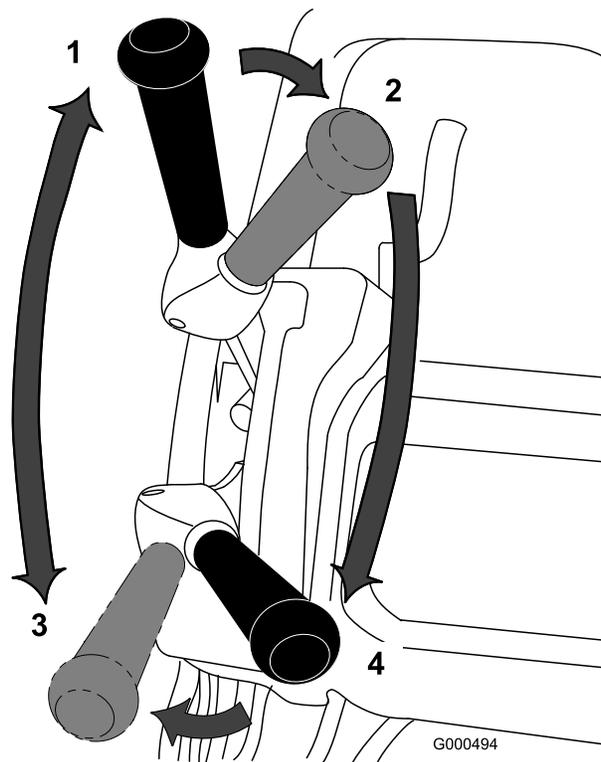

図 23
1. エンジンを始動、スロットルを下げ、ハンドルを押し下げてカッティングユニットを上げ、オペレータコントロールを握り、走行レバーとリール駆動レバーを前進走行にセットして、グリーンのカラー縁に入る 図 23。
2. レバーをニュートラル位置にする 図 23。
3. 走行レバーをニュートラルにし、リールレバーを切位置にする 図 23。
4. 走行レバーを — 前進、リール駆動 — 入 位置 図 23にして、スロットルで希望する走行速度に調整し、グリーンに入ったらカッティングユニットを降ろして刈り込みを開始する。